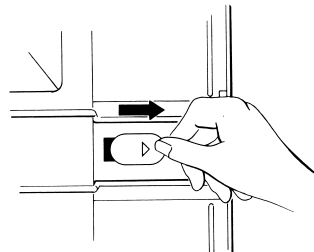

Fig. 3
4. Luk hullerne med de medfølgende røde plastikhætter, og lad dem glide i pilens retning fra den brede side mod den smalle side, til de støder imod og sidder fast (Fig. 3).